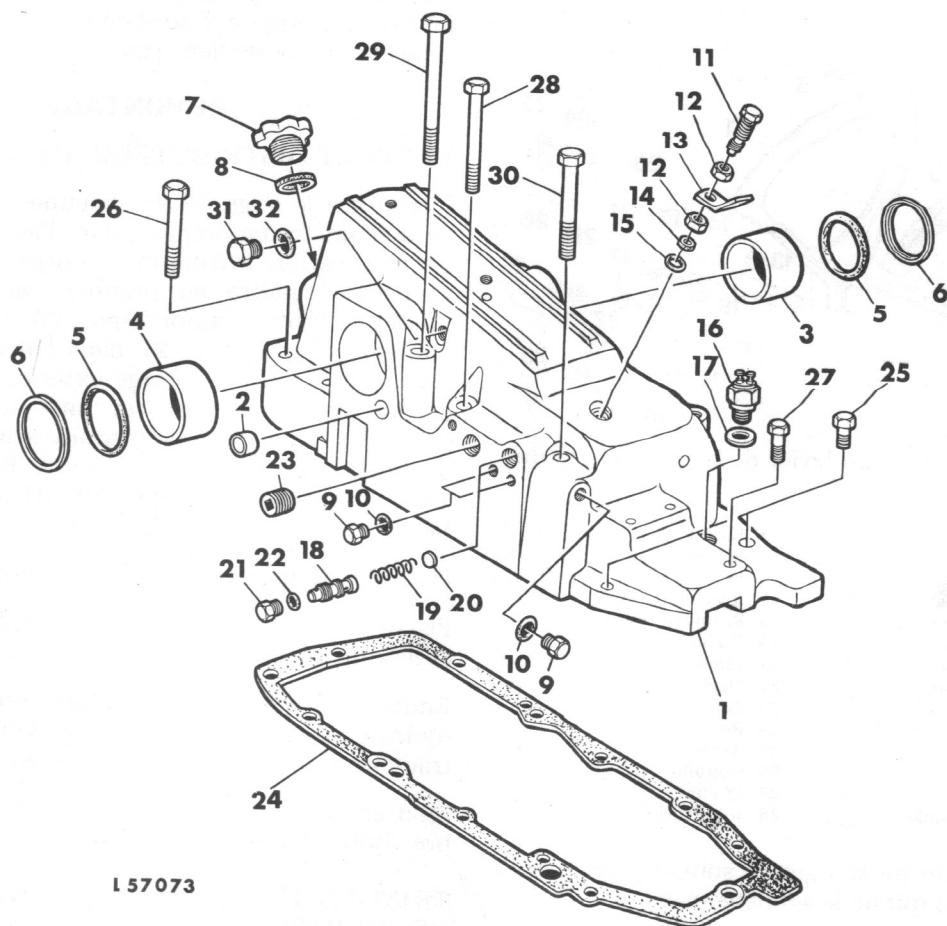

Fig. 5 — Vue éclatée du carter de relevage
**IMPORTANT:** Avant la dépose de l'arbre de relevage, repérer la position des bras 3 (fig. 5) et celle de la bielle 2 par rapport à l'arbre de relevage 1 en vue du remontage.
Enlever l'excentrique 3 et sortir l'arbre du carter jusqu'à ce que la bielle 2 glisse des cannelures de l'arbre. Sortir le circlip 13 de la gorge et continuer à sortir l'arbre en faisant suivre le circlip. Enlever la bielle, l'arbre, les anneaux d'appui, les joints toriques et les bagues (3, 4, 5, 6, fig. 5).
Voir si le carter 1 (fig. 5) n'est pas fêlé ou autrement endommagé.
Monter la soupape régulatrice de débit en utilisant autant de rondelles d'épaisseur 20 (fig. 5) qu'il y en avait lors de la dépose. Introduire les rondelles 20 dans l'alésage, puis le ressort 19 et le corps de soupape 18 (l'extrémité ouverte en premier). Monter le bouchon 21.